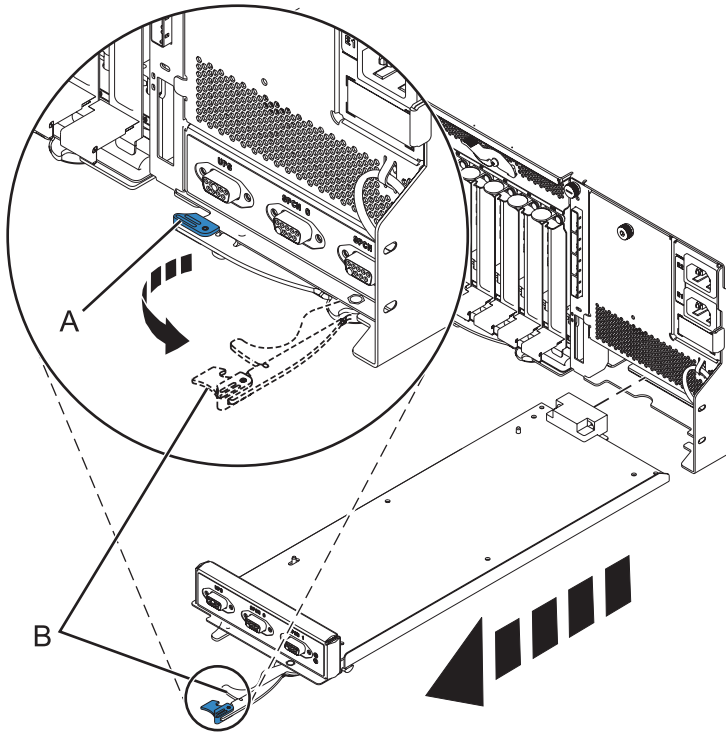

Figure 79. Retirer le contrôleur de gestion du boîtier
- b. Pincez le loquet (A) pour déverrouiller le levier (B). Pour plus d'informations, voir figure 79, à la page 86.